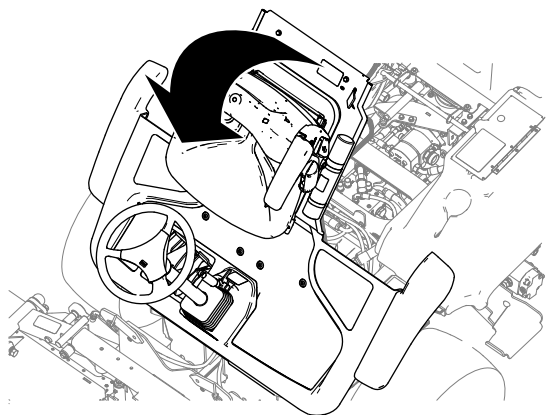

Figure 44
2. Relevez la plateforme (Figure 44).